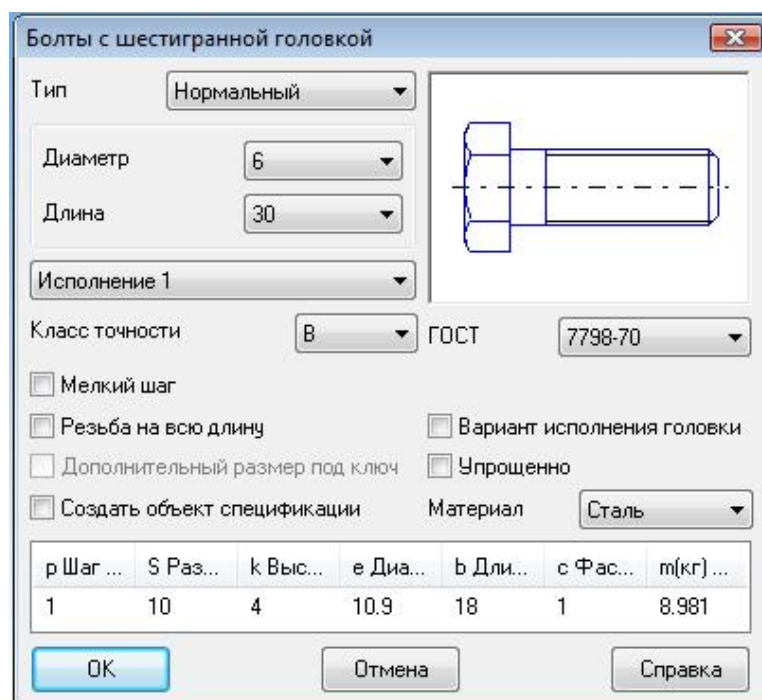

Рис. 5.10. Окно библиотеки стандартных изделий
- В открывшемся окне «Болты с шестигранной головкой» (рис. 5.10) в окне *Диаметр* из списка выберите стандартный диаметр резьбы М6, в окне *Длина* – стандартную длину 30 мм, в окне *ГОСТ* – 7798-70.